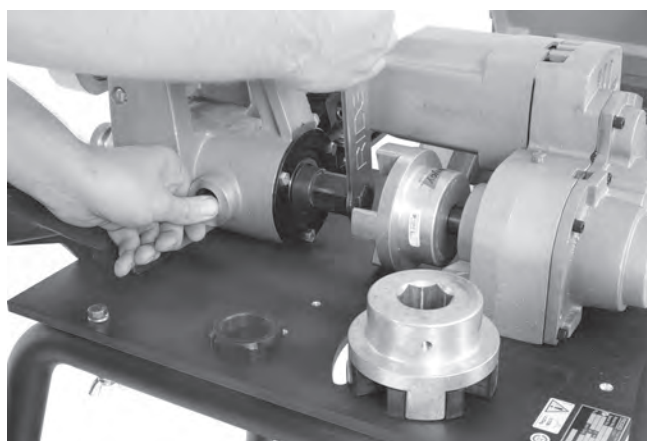

Abbildung 27 – Ausbau des Zugbolzens
6. Lösen Sie den Zugbolzen mit dem $15/16$ -Zoll-Einsatz im Steckschlüssel (*Abbildung 27*).